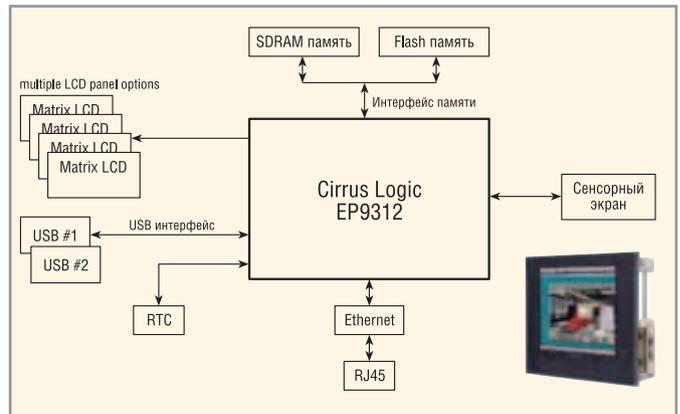

Рис. 7. Промышленный панельный контроллер
- промышленный панельный контроллер (рис. 7).